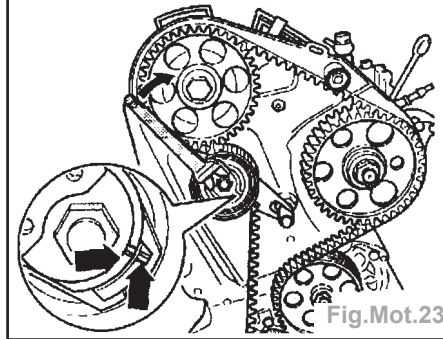

Fig.Mot.23
- Tourner vers la droite le galet-tendeur avec une clé pour écrous (p. ex. **Matra VI 59**) jusqu'à ce que l'encoche et le bossage (flèches) se trouvent en face (Fig.Mot.23).